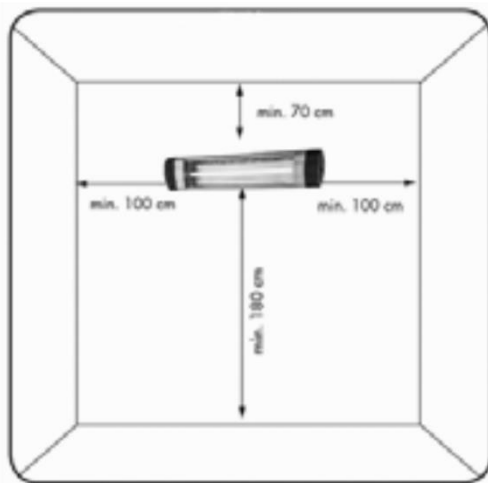
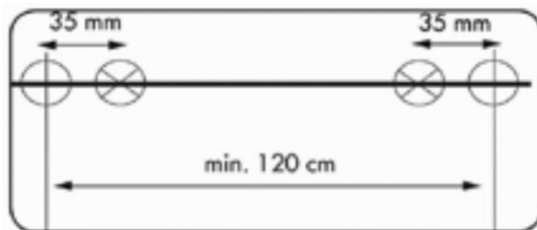

Рисунок 2
Рисунок 3
4. Определите место установки прибора в соответствии с п. 7.1 и рис. 2, после чего в соответствии с расстояниями между отверстиями 2 угловых кронштейнов для установки на стене (см. рис.3), просверлите в стене 4 отверстия диаметром 8 мм, вставьте в них дюбели и закрепите кронштейны, с помощью 4 шурупов.